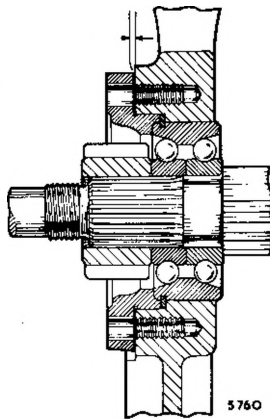

Fig. F.5
- (30) Rimontare l'anello di fermo del cuscinetto dell'albero primario senza rasamenti; stringere leggermente i bulloni di bloccaggio e misurare la luce nei punti indicati nella Fig. F.5.